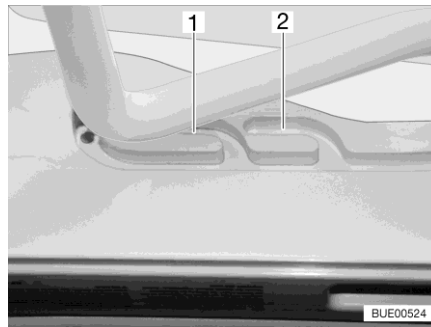
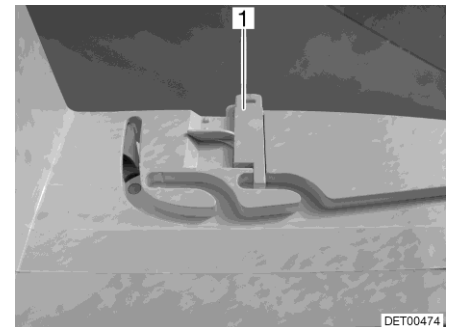

Fig. 117 Guida (posizione di ricircolo d'aria)
Fig. 118 Bloccaggio (posizione di ricircolo d'aria)
È possibile portare l'oblò Heki in due posizioni di ricircolo d'aria: Posizione brutto tempo (Fig. 117,1) e posizione centrale (Fig. 117,2). A seconda del modello, l'oblò può essere bloccato sulla posizione centrale del suo telaio con i due chiavistelli (Fig. 118,1) di sinistra e destra.
- Premere la staffa leggermente verso l'alto, spingerla nella guida selezionata (Fig. 117,1 o 2) ed eventualmente bloccarla.